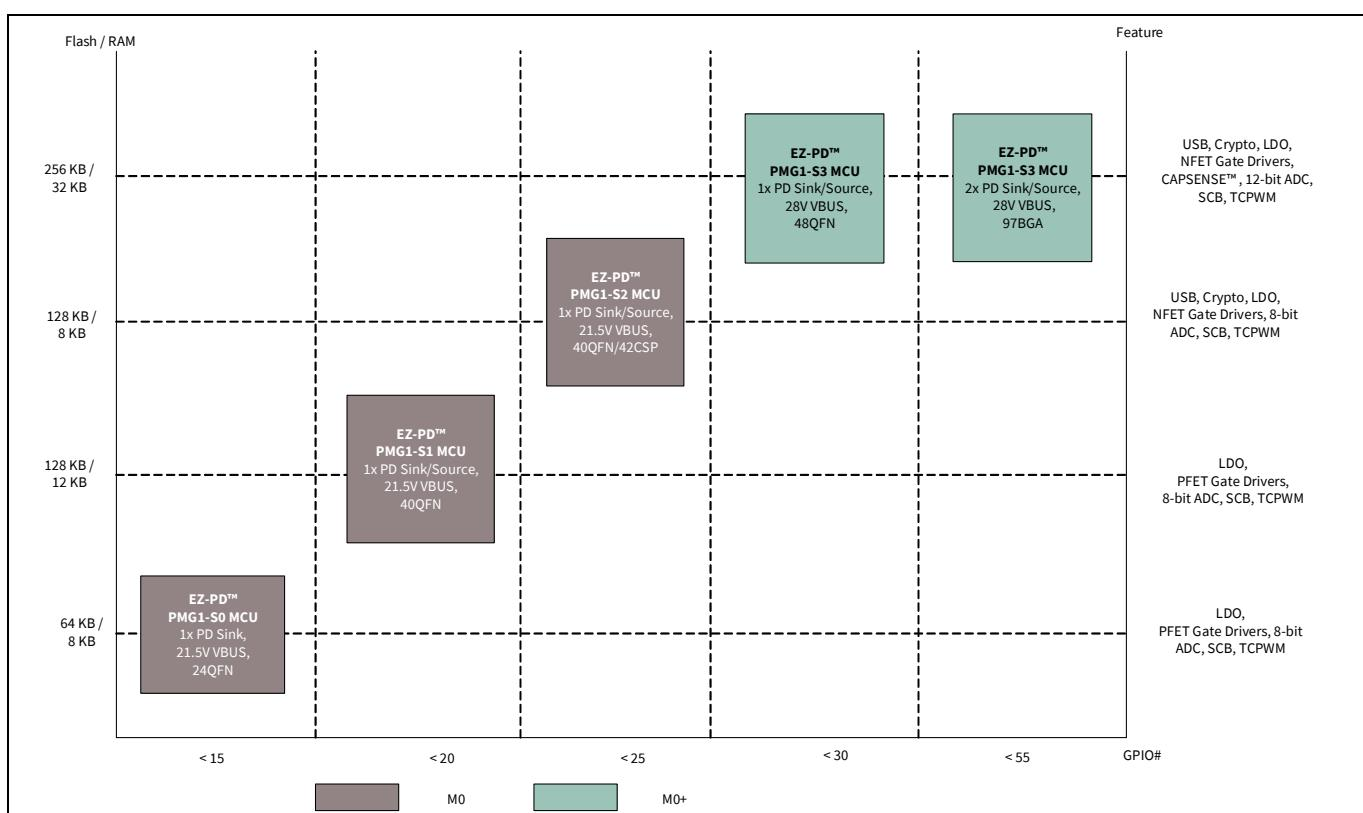

Figure 1 EZ-PD™ PMG1 ファミリ セグメンテーション
EZ-PD™ PMG1 (第1世代パワーデリバリーマイクロコントローラー) は、高電圧の USB-C パワー デリバリー (PD) マイクロコントローラー (MCU) のファミリです。これらのチップには、Arm® Cortex®-M0/M0+ CPU, USB-C PD コントローラー, およびアナログとデジタルペリフェラルが搭載されます。EZ-PD™ PMG1 は、高電圧 USB-C PD ポートとの間で電力を供給 / 消費し、マイクロコントローラーを活用して追加の制御機能を提供する組込みシステムを対象としています。Figure 1 に、EZ-PD™ PMG1 ファミリのセグメンテーションを示します。